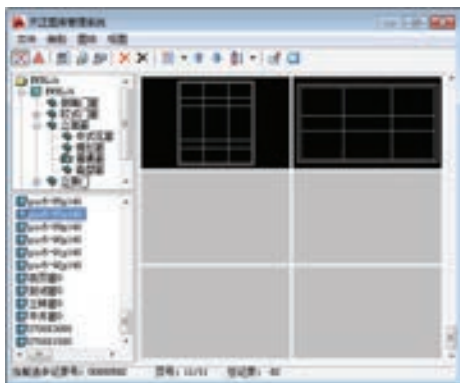

图 15-132 新图入库
3) 新图入库。调用“立面门窗”命令，在打开的“天正图库管理系统”窗口中单击“新图入库”按钮, 选择上一步骤所绘制的立面窗图形，单击其左下角点为插入点，在命令行中选择“制作幻灯片”选项，将所绘制的窗图形调入图库，结果如图 15-132 所示。